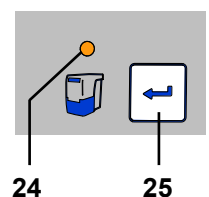

Fig. 8
**Si no se vacía la gaveta de polvo, continúa encendido el indicador de la gaveta de polvo (24, Fig. 8). Tras la desconexión / conexión del aparato, se indica de nuevo mediante una señal acústica triple el vaciado de la gaveta de polvo.**